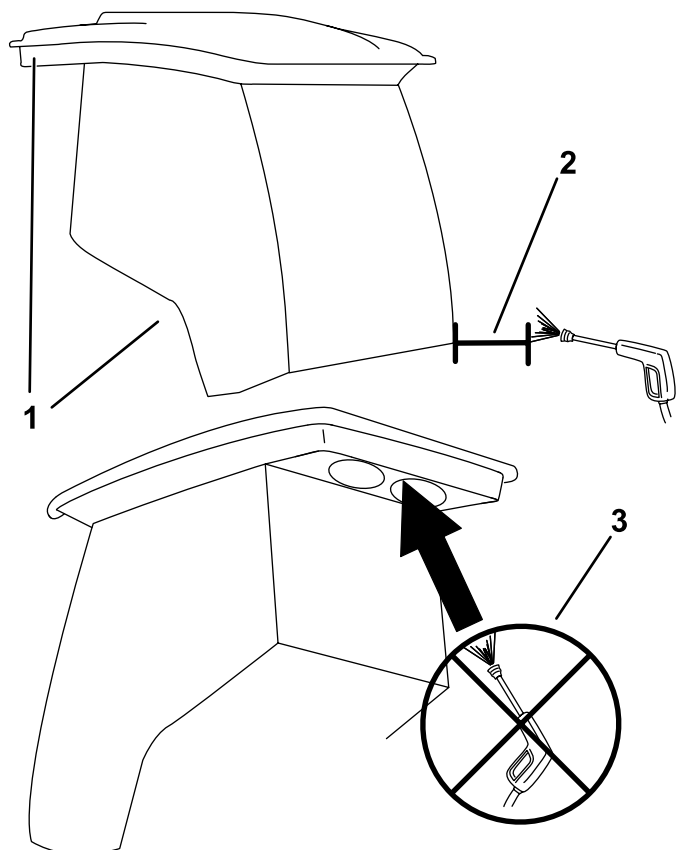

Figure 82
**Important:** Faites attention près des joints de la cabine (Figure 82). Si vous utilisez un nettoyeur haute pression, n'approchez pas le jet à moins de 0,6 m (2 pi) de la machine. N'utilisez pas le jet haute pression directement sur les joints de la cabine ni sous l'avancée arrière.